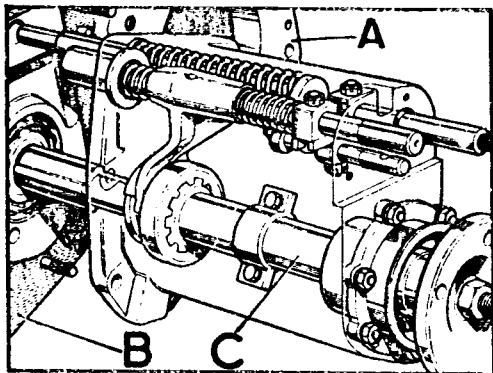
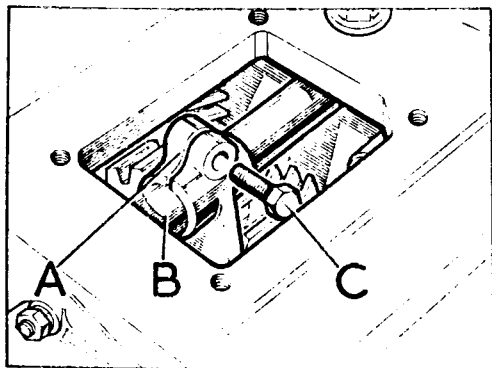

Fig. C1-49 Instalación de la caja del eje de salida en la reductora
Fig. C1-50 Conjunto de la horquilla selector de la caja reductora
- 2.3. Cubrir ambas caras de la junta, B, (Fig. C1-49) con compuesto sellador Hermetical 600 y colocarla en su sitio sobre la caja reductora.
- 2.4. Situar la caja de salida, C (Fig. C1-49), en la reductora, A, haciendo pasar el eje selector, B (Fig. C1-50) a través de la horquilla, A.
- 2.5. Completar el montaje siguiendo un orden inverso, asegurándose que el tornillo - fiador, C (Fig. C1-50), encaja en la ranura de la barra corredera.